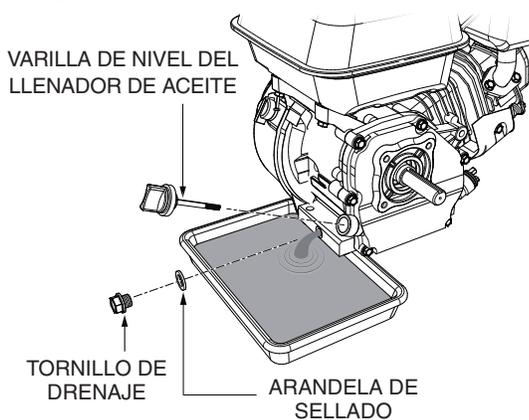

Figura 38. Drenaje del aceite de motor
- Retire el tornillo de drenaje y la arandela de sellado y deje que el aceite drene en un recipiente adecuado (Figura 38).